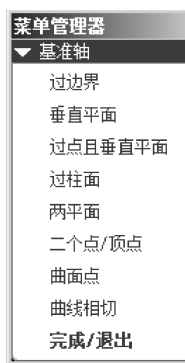

图 10-230 【基准轴】菜单
(9) 单击【定义】按钮，出现【基准轴】菜单，如图 10-230 所示，可在其中设置定义基准轴的方式。